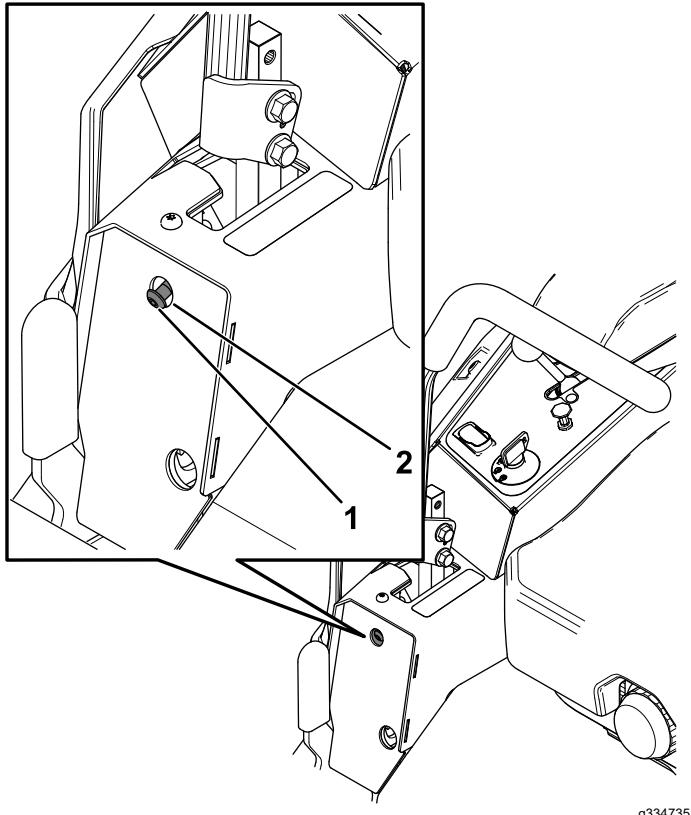

Figura 55
6. Se a máquina vira para a direita, insira uma chave sextavada de 3/16 pol. através do furo de acesso no painel da cobertura de acesso frontal esquerdo e rode o parafuso de alinhamento no sentido dos ponteiros do relógio ou sentido contrário para ajustar o desvio da alavanca (Figura 55).
7. Se a máquina vira para a esquerda, insira uma chave sextavada de 3/16 pol. através do furo de acesso no painel da cobertura de acesso frontal direito e rode o parafuso de alinhamento no sentido dos ponteiros do relógio ou sentido contrário para ajustar o desvio da alavanca (Figura 55).